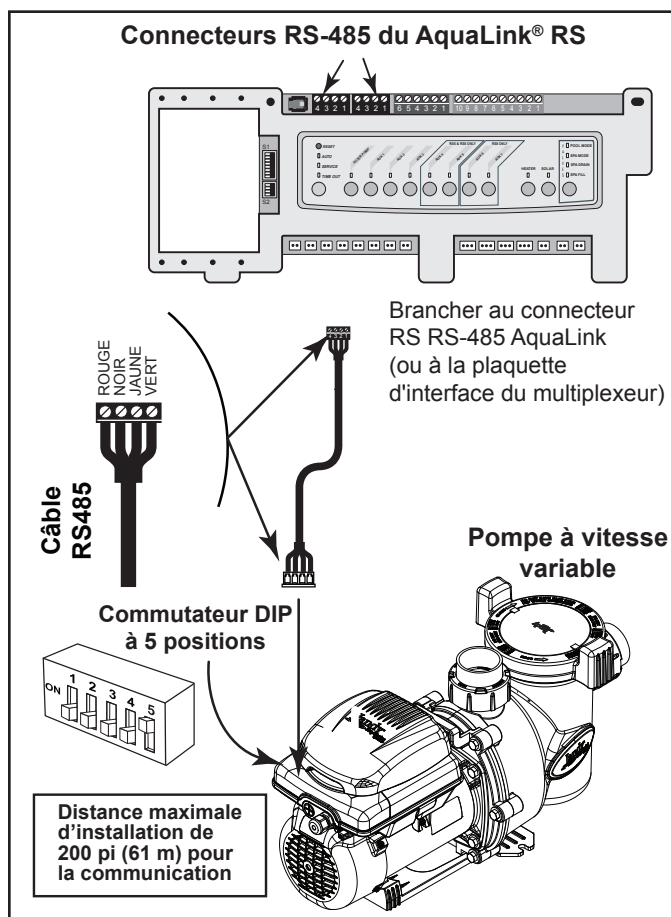

Figure 7. Câblage du régulateur AquaLink RS ou AquaLink PDA vers la pompe VS-FHP1.0
- Pour la VS-FHP1.0, faire glisser les commutateurs DIP 1 et 2 vers le bas, à la position OFF (désactivés) et le commutateur DIP 5 vers le haut, à la position ON (activés). Voir la Figure 7.
- Raccorder le nouveau câble RS-485 du régulateur AquaLink par le biais du raccord de compression disponible et passer le câble à 4 conducteurs par l'orifice fileté de l'entraînement du moteur le plus proche du connecteur. Figure 7.
- Raccorder l'autre extrémité du câble à un connecteur RS-485 sur le régulateur AquaLink® RS (ou carte d'interface du multiplexeur), en faisant correspondre les couleurs de fil avec les positions du connecteur, comme suit : 1 rouge, 2 noir, 3 jaune et 4 vert. Voir la Figure 7.
3. Retirer les six (6) vis pour débrancher le régulateur à vitesse variable de son socle sur le moteur de la pompe VS-FHP1.0.
5. Dévisser les quatre (4) bornes du connecteur et débrancher les fils de l'ensemble câble moteur.
7. Fixer le couvercle du vide et le joint à l'aide des six (6) vis au socle du régulateur à vitesse variable sur le moteur.
8. Retirer la seule vis (1) et le couvercle d'accès pour terminer les raccordements électriques du moteur.
10. Préparer le câble et fixer un autre connecteur à 4 broches, en s'assurant que les couleurs des fils correspondent à la Figure 7.
13. Vérifier que les réglages des commutateurs DIP correspondent à la Figure 7
Tel qu'il est indiqué aux figures 7, 9, 10 et 11, le commutateur DIP quatre ou cinq est situé à l'arrière de la pompe VS-FloPro. Ce commutateur DIP remplit deux (2) fonctions : il choisit l'adresse de la pompe et détermine quel type de régulateur sera employé avec la pompe.